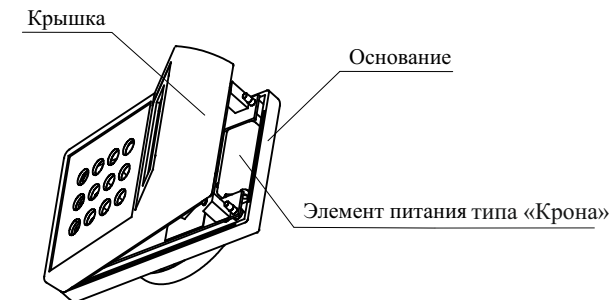

Рисунок 4
- заменить элемент питания (рисунок 4);